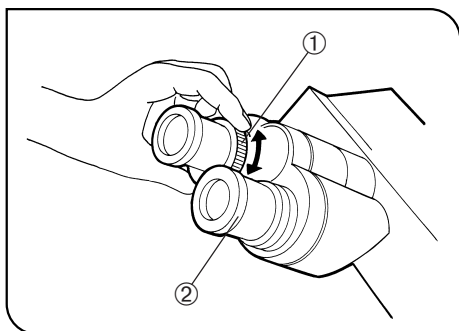

Fig. 12
2 Ajuste de las dioptrías (Figs. 12 & 13)
2. Si mira por el ocular con el anillo de ajuste dióptrico 1, gírelo para enfocar la muestra. (Fig. 12)
1. Mientras mira por el ocular derecho con el ojo derecho, gire el anillo de ajuste dióptrico ② de la parte superior del ocular, hasta que aparezca una línea doble en cruz claramente definida en el campo de visión. (Figs. 12 & 13)
3. Mientras mira a través del ocular izquierdo con el ojo izquierdo, gire el anillo de ajuste del dióptrico ① para enfocar la muestra.